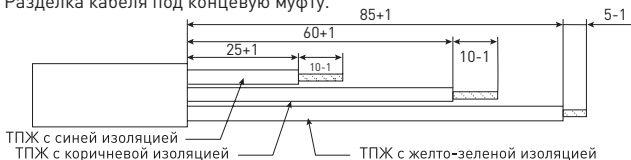

Рис. 3 - Разделка провода под соединительную муфту
5.4.1 Снять оболочку с конца провода на длине 90 мм — см. рисунок 3.